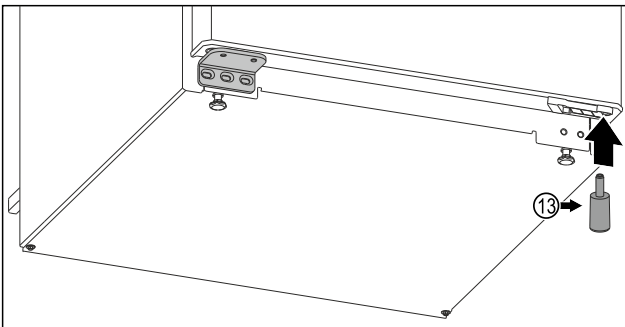

Fig. 18 Pour les appareils sans bac congélation 4 étoiles\*
- Remplacer la butée Fig. 18 (13) en bas à droite sur la porte, car elle joue un rôle important pour la stabilité de l'appareil.\*